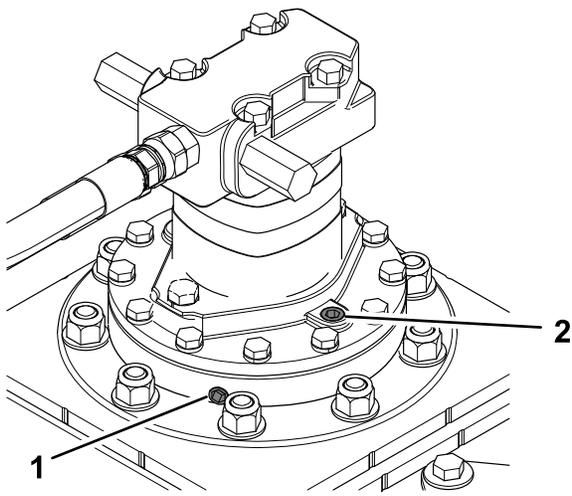

Figura 7
3. Retire el tapón del lateral del alojamiento del cojinete (Figura 7).